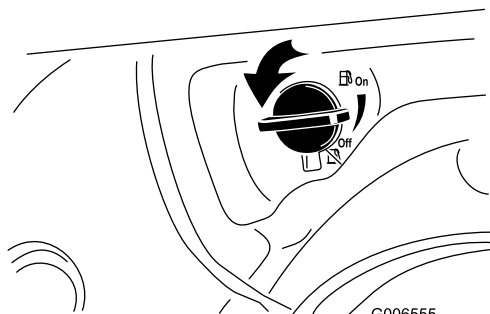

Figura 25
2. Gire la válvula de cierre de combustible 1/4 de vuelta en sentido antihorario para abrirla (Figura 25).